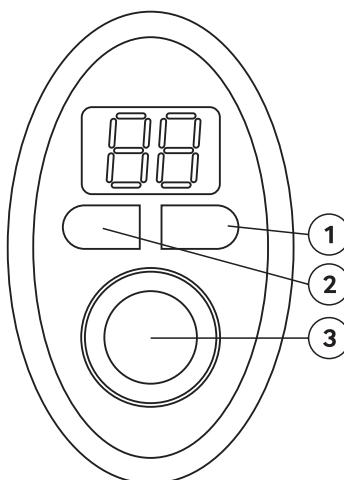

Рисунок 7: Панель управления
4.3 С помощью кнопок переключения режимов мощности 1 и 2 (рис. 7) выберите желаемую мощность нагрева, в зависимости от потребности в количестве горячей воды:
4.3.1 В процессе эксплуатации установите ручкой регулировки температуры 3 (рис.7) желаемую температуру нагрева воды: